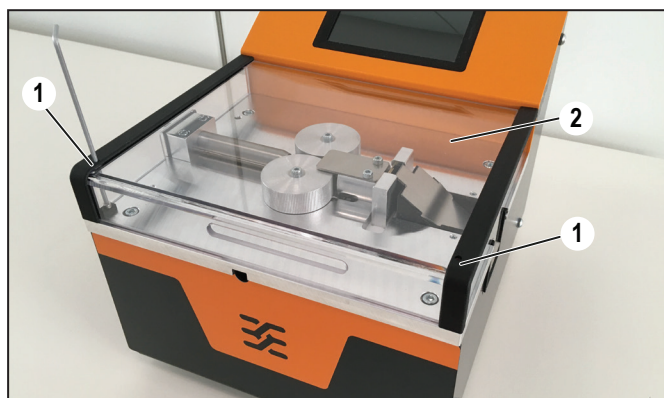

Figura 7.1 Rimuovere la copertura di protezione
- Allentare le due viti di fissaggio (Figura 7.1, 1).
- Sollevare la copertura di protezione (Figura 7.1, 2) e metterla da parte con cura.